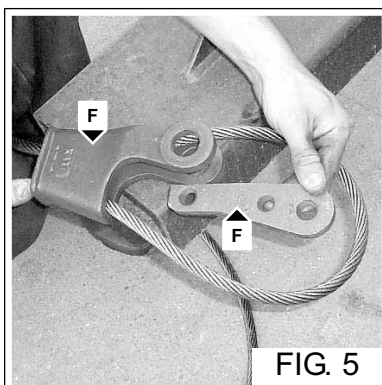

FIG. 5
- Libérer le câble du serre-câble (Fig. 5 - Réf. F) en enlevant le mors de sécurité.
- Free the rope from the cable clamp (Fig. 5 - Ref. F) after removing the safety clamp.
- Dejar libre la cuerda del bloqueo del cable (Fig. 5 - Ref. F) quitando el soporte de seguridad.